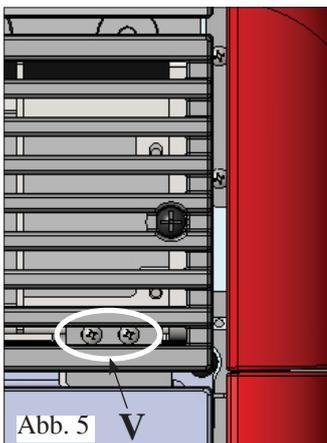

Abb. 5
Die vertikale Ausrichtung der Seitenteile aus Keramik (C) überprüfen und bei Bedarf Regulierungen mit den Schrauben vornehmen, die sich innerhalb des Ofens befinden und zwar mit den Schrauben (R - Abb. 4) und im Inneren des oberen Gitters aus Gusseisen (V - Abb. 5)